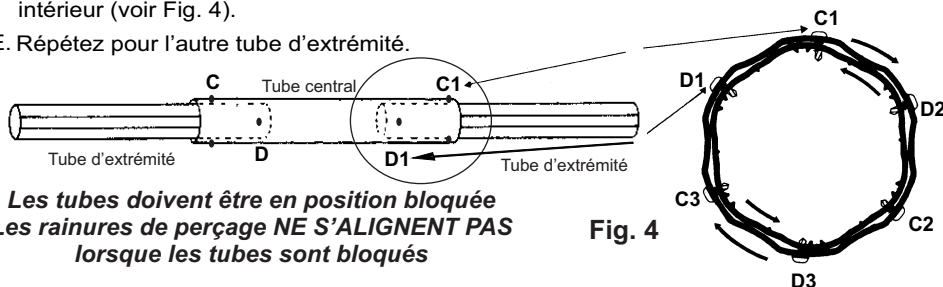

Fig. 4
B. Emboîtez les tubes en tournant le tube central dans la direction opposée à celle du tube d'extrémité. MAINTENEZ LES TUBES EN POSITION BLOQUÉE LORSQUE VOUS INSTALLEZ LA PREMIÈRE VIS AUTOPERCEUSE SUR UNE RAINURE DE PERÇAGE à 2,5 cm (1") en recul de l'extrémité du tube central à l'emplacement "C1" (voir Fig. 4 & 5).
C. Installez 2 autres vis autoperceuses aux emplacements "C2" & "C3", soit 1 vis toutes les deux rainures de perçage autour des tubes (voir Fig. 4).
D. Aux emplacements "D", installez 3 vis autour du tube central, toutes les deux rainures de perçage à 2,5 cm (1") en recul de l'extrémité où vous avez marqué l'extrémité du tube intérieur (voir Fig. 4).